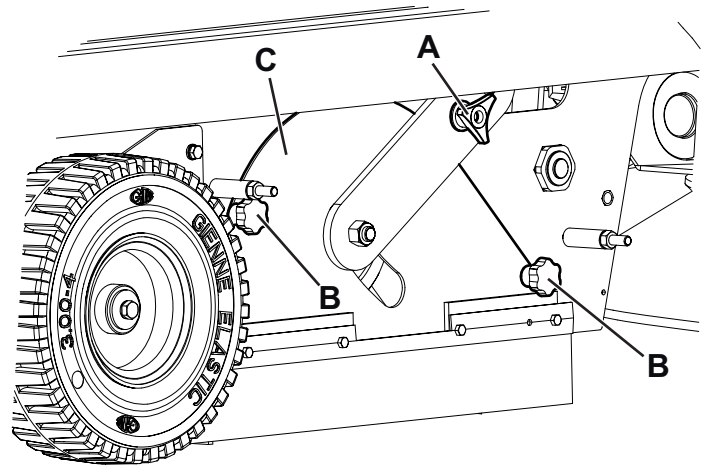
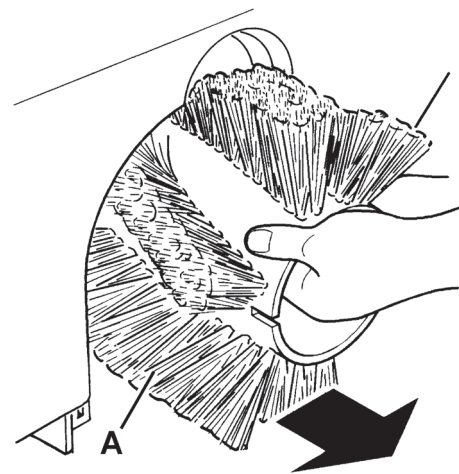
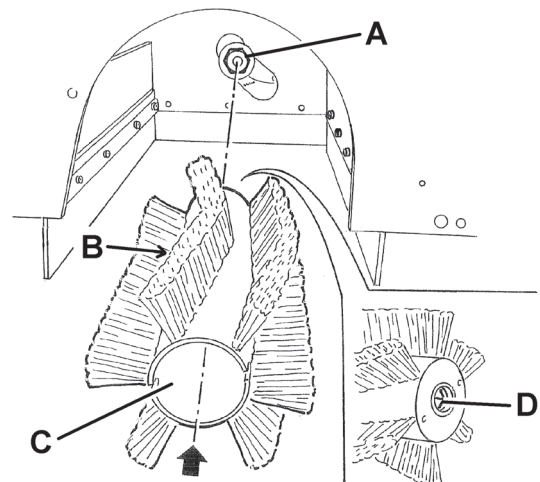

Abbildung 4
Abbildung 5
Abbildung 6
2. Den Zündschlüssel (72) auf „0“ drehen.
3. Die Knöpfe (23) ausschrauben und die rechte Klappe (22) entfernen.
4. Den Knopf (A, Abb. 4) ausschrauben.
5. Die Knöpfe (B) ausschrauben und den Deckel des Hauptkehrwalzenraums (C) entfernen.
6. Die Hauptkehrwalze (A, Abb. 5) entfernen.
7. Überprüfen, ob die Mitnehmernabe (A, Abb. 6) frei von Schmutz und Gegenständen (Stricke, Lappen usw.) ist, die unbeabsichtigt aufgerollt wurden.
8. Beim Einbau der neuen Hauptkehrwalze die Borsten (B) wie auf der Abbildung ausrichten.
9. Die neue Hauptkehrwalze (C) in die Maschine einsetzen und sicherstellen, dass die Einrastvorrichtung (D) in die entsprechende Nabe (A) eingefügt wird.
10. Den Deckel des Hauptkehrwalzenraums (C, Abb. 4) wieder einsetzen und die Knöpfe (B) und (A) einschrauben.
11. Die rechte Klappe (22) einsetzen und die Knöpfe (23) einschrauben.